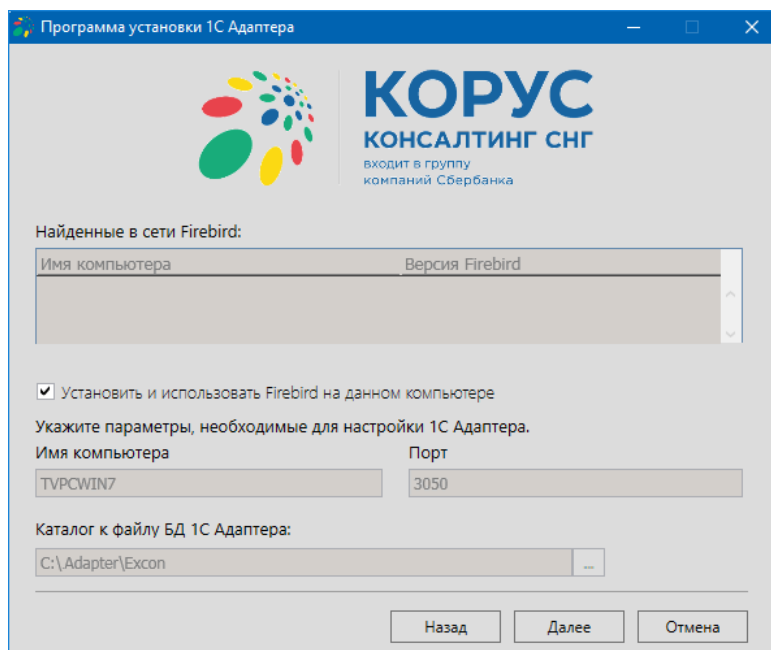

Рисунок 8 – Поиск установленных в сети Firebird
8.1.1. Система проверит наличие установленных Firebird по сети, и на следующем шаге будет предложено установить Firebird (если программа не будет найдена) или указать параметры для базы данных адаптера. Рассмотрим вариант, что система не нашла установленного Firebird в сети - тогда необходимо поставить флажок в поле «Установить и использовать Firebird на данном компьютере» и нажать кнопку «Далее» (рис. 8).